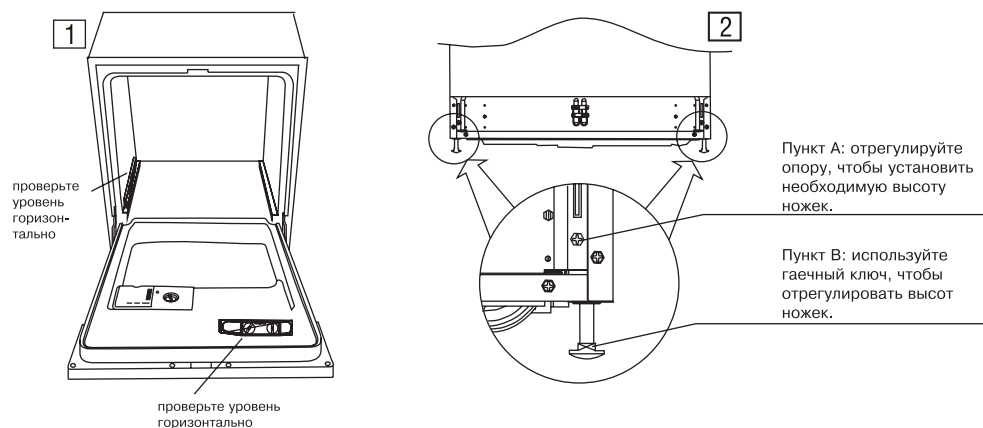

Рис. 8. Регулирование горизонтального положения машины.
1. Положите уровень на дверцу и нижний рельс (см. п. 1 на рис. 8) чтобы выровнять машину.
2. Машина разработана так, чтобы пользователь мог регулировать ножки, используя винты в передней части (см. п. 2 на рис. 8).